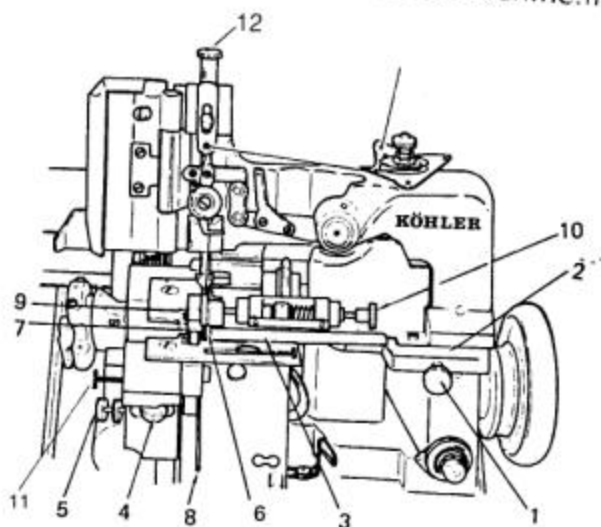

Fig. 14
15. Het afstellen van de druk van het drukvoetje (zie fig. 14)
16. Het verwisselen van de messen (zie fig. 14)